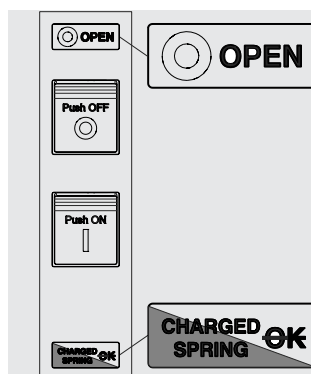

Figura 85
5. Interruptor abierto con resortes cargados y no listo para el cierre (véase Figura 85). Este estado se verifica en los siguientes casos: